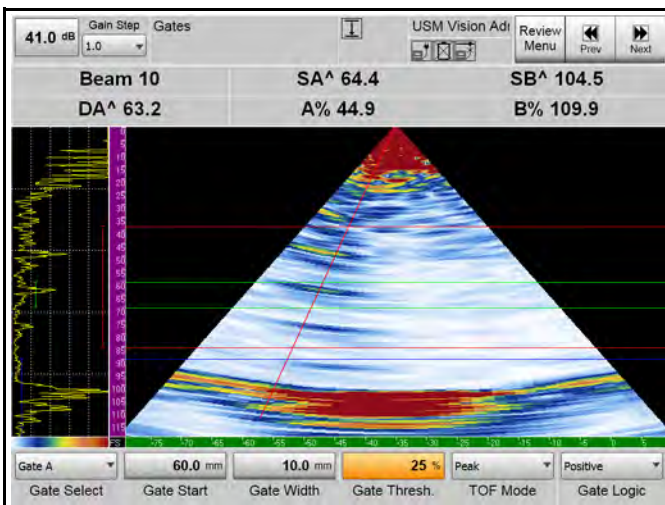

Figura 54: Comprobación de calibración de pantalla completa
- 8. El sistema está ahora calibrado, confirmado por el símbolo de calibración . Puede realizar una verificación de la calibración utilizando una SDH en 65 mm o una pantalla completa SDH (Figura 54).